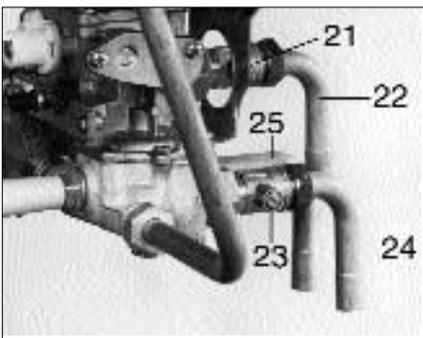

Fig. 4
a) Gaz naturel (fig. 4)
Eau froide (fig. 4) :
Eau chaude (fig. 4) :